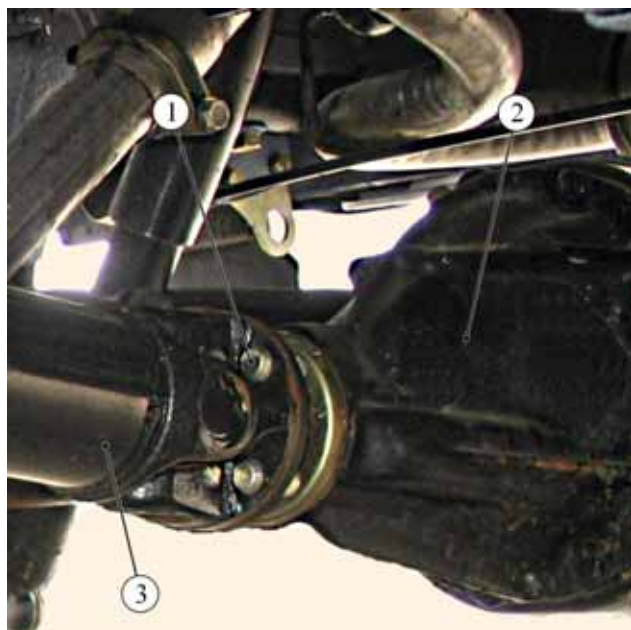

Рисунок 4 – Крепление фланца карданного вала к фланцу редуктора заднего моста:
2.8 Отвернуть четыре гайки болтов 1, рисунок 4, крепления фланца карданного вала 3 к фланцу редуктора заднего моста 2, извлечь болты и отсоединить фланец карданного вала от фланца редуктора заднего моста (ключ гаечный комбинированный 13, отвертка плоская).